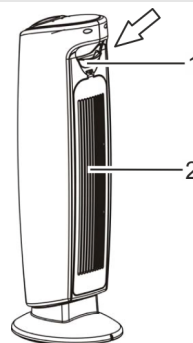

Fig. 4: Ventilateur au dos de l'appareil
- Utilisez l'appareil uniquement avec la grille de ventilation en place (Fig. 4/2).
2. Tenez d'une main l'appareil et de l'autre la poignée du bloc-cartouche (Fig. 4/1) avec grille de ventilation intégrée (Fig. 4/2) au dos de l'appareil.